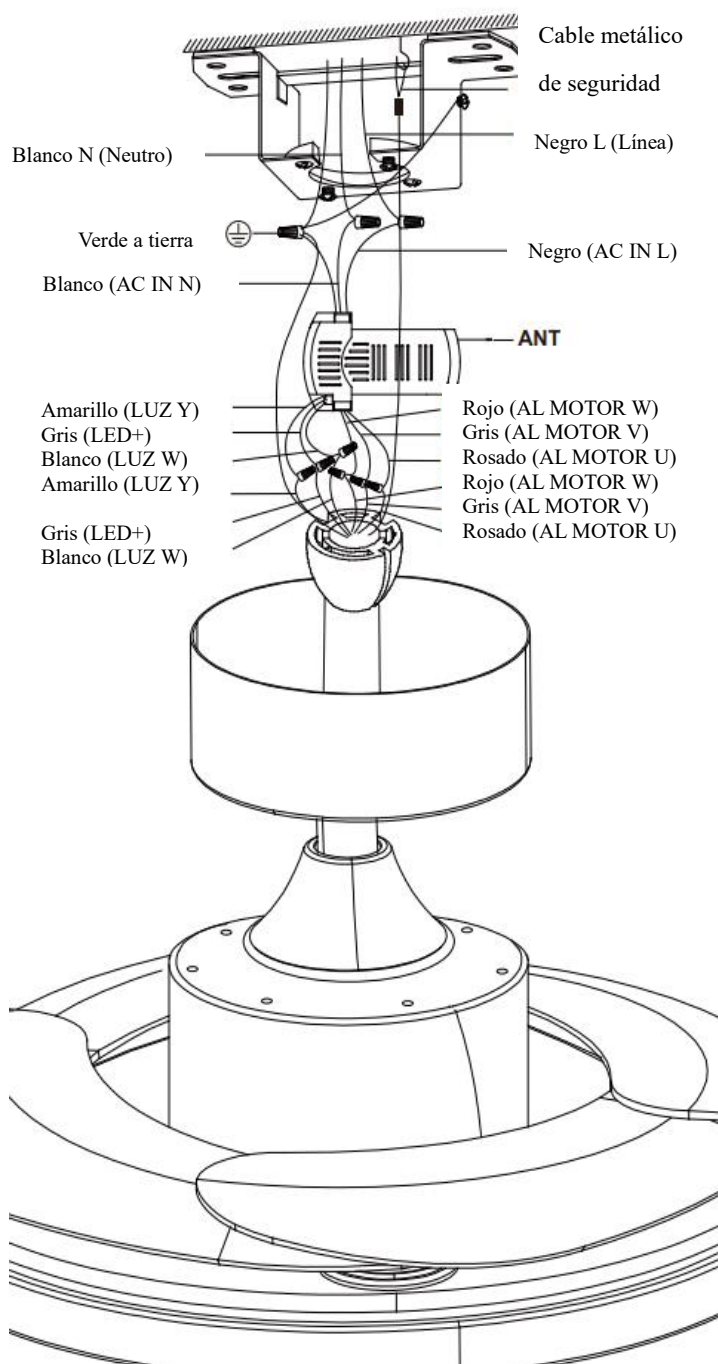

Fig. 9
1. Conecte el cable de alimentación vivo doméstico (negro) al cable de entrada del receptor (negro, CA IN L) como se muestra en la (**Fig. 9**).